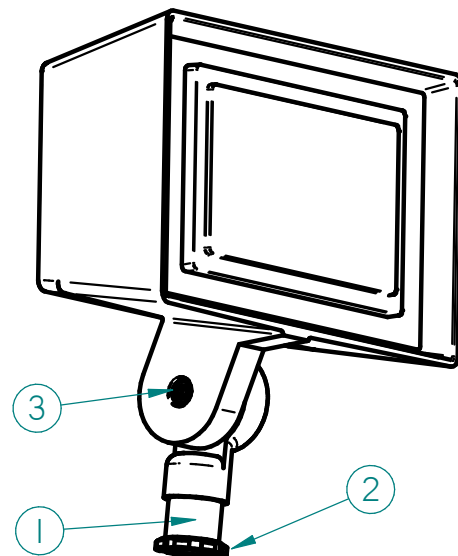

FIGURE 1
- Vissez le luminaire sur la boîte électrique en utilisant le filetage 1 / 2-14 de la fusée (élément 1 dans la Fig. 1).
- Une fois que l'appareil est orienté dans la direction souhaitée, serrez le contre-écrou (2 dans la Fig. 1) sur le boîtier électrique pour empêcher toute rotation ultérieure.
- Desserrez le boulon (élément 3 sur la Fig. 1) sur la genouillère à l'aide d'une clé hexagonale de 3/16" pour permettre à l'appareil d'être orienté vers le haut ou vers le bas.
- Une fois que le projecteur est dirigé vers la cible souhaitée, serrez le boulon (pos. 3 sur la figure 1) sur le charnon.